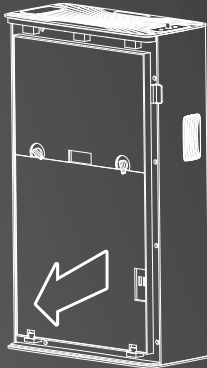

Рис. 7.
2. Снимите переднюю панель прибора (прибор автоматически отключится). В местах углублений в верхней части корпуса потяните верхнюю часть панели горизонтально на себя — это освободит её от магнитного фиксатора, затем поднимите вверх, вынув из пазов в нижней части корпуса (рис. 7).
3. Замки защитной крышки поверните в горизонтальное положение и снимите крышку отсека фильтров (рис. 7).
- 3. Замки защитной крышки поверните в горизонтальное положение и снимите крышку отсека фильтров (рис. 7).